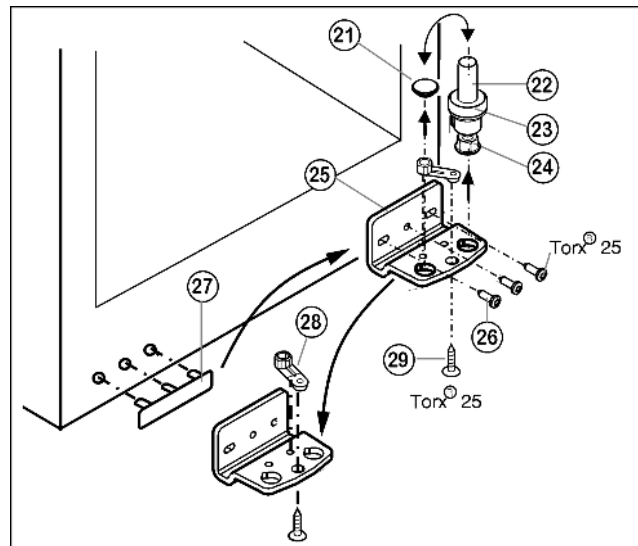

Fig. 6
- ▶ Извлеките опорный винт Fig. 6 (22) в комплекте с шайбой Fig. 6 (23) и регулируемой опорой Fig. 6 (24), вытягивая его вверх.
- ▶ Снимите пробку Fig. 6 (21).
- ▶ Открутите Fig. 6 (26) опорный кронштейн Fig. 6 (25).
- ▶ Открутите Fig. 6 (29) опорную деталь Fig. 6 (28) и, переставив в отверстие на противоположной стороне опорного кронштейна, снова прикрутите.
- ▶ Осторожно снимите и переставьте на противоположную сторону крышку со стороны ручки Fig. 6 (27).
- ▶ Снова прикрутите опорный кронштейн Fig. 6 (25) на новой стороне шарнира (с моментом 4 Нм). При необходимости используйте аккумуляторный шуруповёрт.
- ▶ Переставьте пробку Fig. 6 (21) в свободное отверстие.
- ▶ Вновь установите опорный винт Fig. 6 (22) в комплекте с шайбой и регулируемой опорой. При этом фиксатор должен быть направлен назад.
- ▶ Извлеките пробку (33) из опорной втулки дверцы и переставьте.
- ▶ Снимите и переставьте на противоположную сторону дверную ручку (32), пробку (33) и прижимные пластины* (34).
- ▶ Установите дверцу сверху на нижний опорный палец Fig. 6 (22).
- ▶ Установите верхний опорный кронштейн (12) на новой стороне шарнира и защелкните в дверце.
- ▶ Прикрутите верхний опорный кронштейн (12) (с моментом 4 Нм) (2 шт. Torx® 25) (13). При необходимости проделайте отверстия или используйте аккумуляторную отвертку.
- ▶ Защёлкните крышку (10) и крышку (11) на противоположной стороне.
- ▶ При необходимости выровняйте дверцы через два продольных паза в нижнем опорном кронштейне Fig. 6 (25) параллельно корпусу устройства. Для этого выкрутите средний винт.